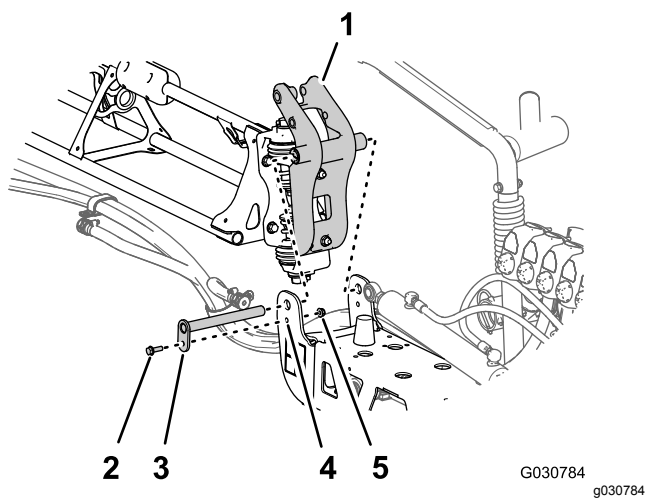

Рисунок 123
3. Совместите втулки в креплениях оси поворота с отверстиями во фланцах кронштейна оси поворота в конце средней секции опрыскивателя (Рисунок 123).